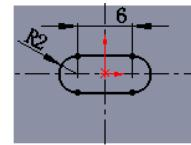

图 16.6.33 横断面草图
② 定义横断面草图。在草图环境中绘制图 16.6.33 所示的横断面草图。
③ 选择下拉菜单 **插入(I)** → **退出草图** 命令, 退出草图环境, 此时系统弹出“凸台一拉伸”对话框。